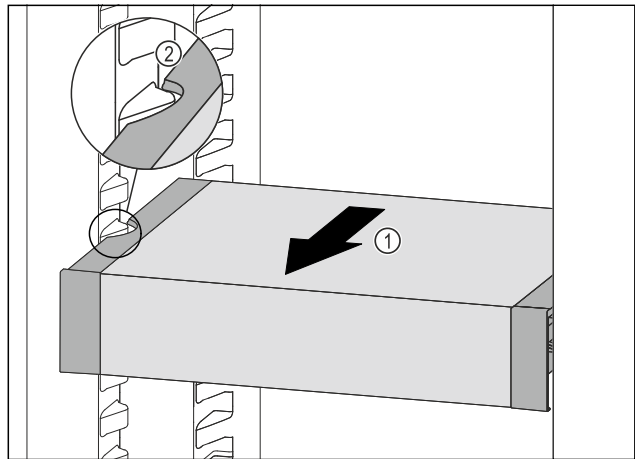

Fig. 87
- ▶ Tirare VarioSafe in avanti Fig. 87 (1) fino a quando le cavità laterali di VarioSafe non si trovano al livello della nervatura del contenitore nel vano frigorifero. Fig. 87 (2)